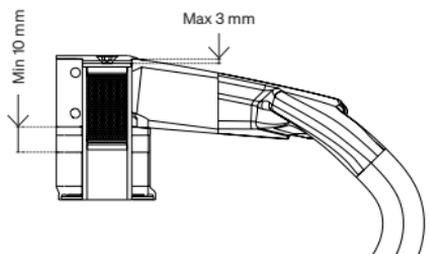

Fig. 5.2.1
- 1 • L'expander deve avere una lunghezza sufficiente a coprire completamente l'area del collarino del manubrio e eccedere al di sotto per almeno 10 mm (Fig. 5.2.1);
- 2 • Per consentire la regolazione della serie sterzo, è necessario lasciare uno spazio tra il tappo di chiusura e l'expander; la distanza dal bordo della forcella non deve eccedere i 3 mm (Fig. 5.2.1);